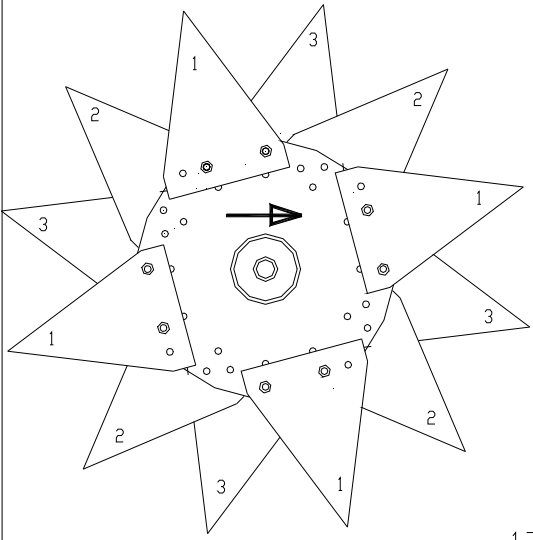

Fig. 4.
7. Na wirniku można zamontować noże Trucker (standardowo dostarczane z maszyną), jak pokazano na rys. 4. Na rys. 4. pokazano cztery noże zamocowane równomiernie na tarczy. Na następnej tarczy noże powinny być przesunięte. Na rys.4 oznaczono to numerami noży. Jedynka oznacza pierwszą tarczę, itp. Noże należy zamontować dokładnie tak, jak pokazano na rys.4. Więcej informacji o nożach i ich montażu podano w rozdziale 12.